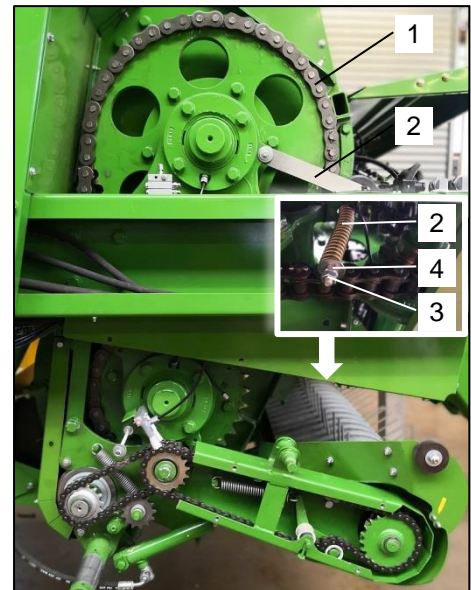

Bild 159: Förderaggregat – Antrieb
Eine starke Rollenkette (Bild 159 / Pos. 1) treibt die Rotoren des Förderaggregats an. Gespannt wird die Kette mit einem federbelasteten Kettenspanner (Bild 159 / Pos. 2).
Zum Nachspannen der Rollenkette (Bild 159 / Pos.1) muss wie folgt vorgegangen werden:
- Lösen Sie die Kontermutter (Bild 159 / Pos. 3)
- Verstellen Sie die Mutter (Bild 159 / Pos. 4), bis die gewünschte Kettenspannung erreicht ist.
- Ziehen Sie anschließend die Kontermuttern (Bild 159 / Pos. 3) wieder fest an.